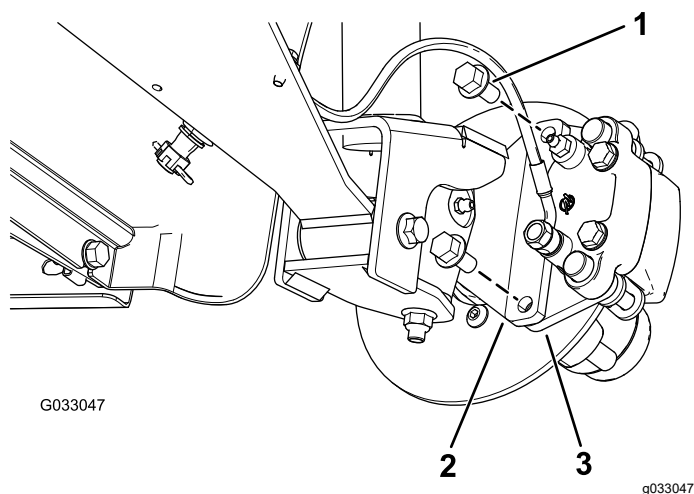
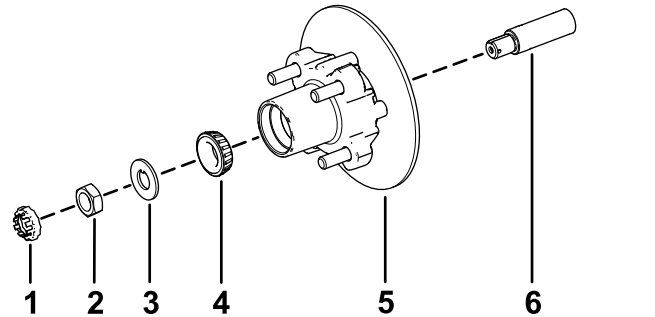

Figura 33
Figura 37
3. Togliete i bulloni a testa flangiata ($\frac{3}{8}$ " x $\frac{3}{4}$ ") che fissano la staffa del gruppo del freno al mandrino e separate il freno dal mandrino (Figura 33).
1. Lubrificate leggermente il mandrino con il grasso specificato (Figura 37).
2. Montate il mozzo e il rotore sul mandrino con il rotore verso l'interno (Figura 37).
3. Montate il cuscinetto esterno sul mandrino e inserite il cuscinetto sull'anello esterno (Figura 37).
4. Montate la rondella di sicurezza sul mandrino (Figura 37).
5. Avvitare il dado del mandrino sul mandrino e serrate il dado a 15 N·m mentre ruotate il mozzo per posizionare in sede il cuscinetto (Figura 37).
2. Allineate le pastiglie dei freni su ciascun lato del rotore (Figura 33) e i fori sulla staffa della pinza con i fori sul supporto del freno del telaio del mandrino (Figura 37).
3. Fissate la staffa del calibro al telaio del mandrino (Figura 33) utilizzando i 2 bulloni a testa flangiata ($\frac{3}{8}$ " x $\frac{3}{4}$ ").